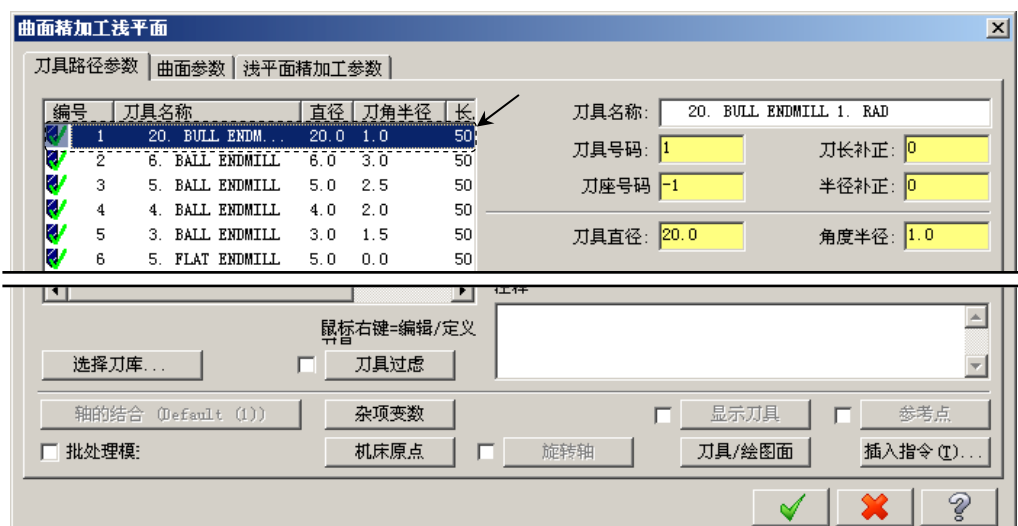

图 15.59 “选择刀具”对话框
Step3. 选择刀具。在“曲面精加工浅平面”对话框中，取消选中复选框，选择图 15.59 所示的刀具。